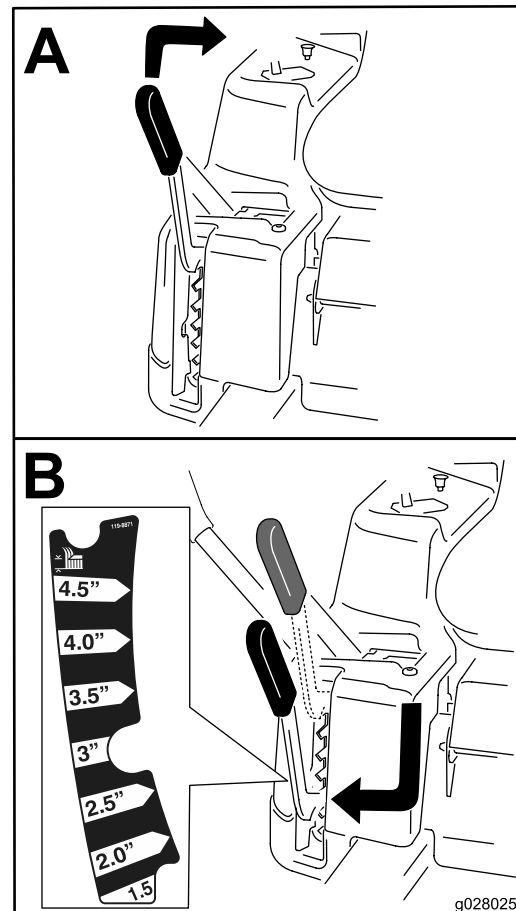

Figure 15
**Remarque:** La position de transport est la position de hauteur de coupe la plus élevée (115 mm [4,5 po]), comme montré à la Figure 15.